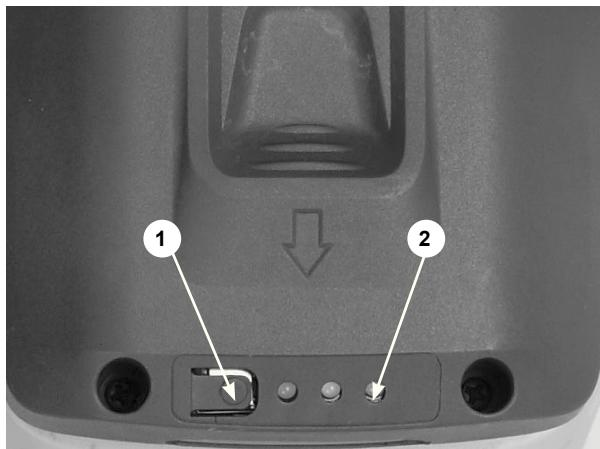

Рис.2
- Для проверки уровня заряда аккумуляторной батареи необходимо нажать кнопку (1) Рис.2